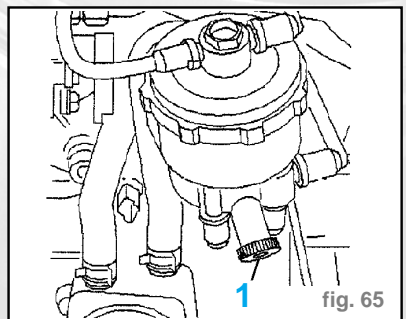

fig. 65
- Ouvrir la vis de purge d'eau (1) (fig. 65).